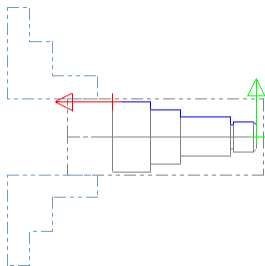

图 8.12.7 定义加工轮廓
Step1. 选择下拉菜单 **刀路 (T)** → **循环加工 (N)** → **粗车 (R)...** 命令，系统弹出“输入新 NC 名称”对话框，采用系统默认的 NC 名称，单击 按钮，系统弹出“串连”对话框。
Step2. 定义加工轮廓。在“串连”对话框中选中 ☒ 等待 复选框。确认 按钮被按下，然后在图形区中从右侧开始依次选取图 8.12.7 所示的轮廓，单击 按钮，系统弹出“车削循环粗车 属性”对话框。